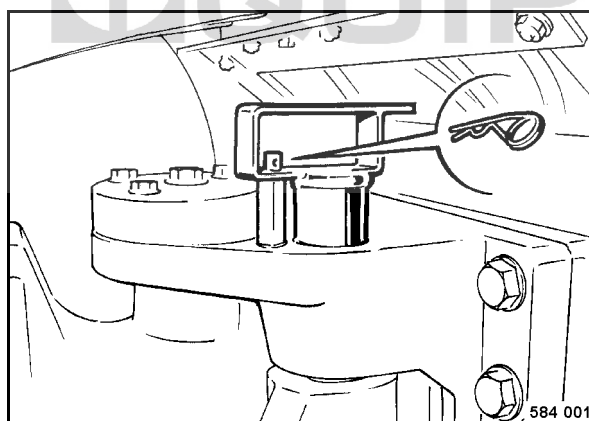

Fig. 118
- Après le transport, retirer à nouveau la sécurité d'articulation (Fig. 118), la fixer dans son support et la bloquer au moyen de l'agrafe.